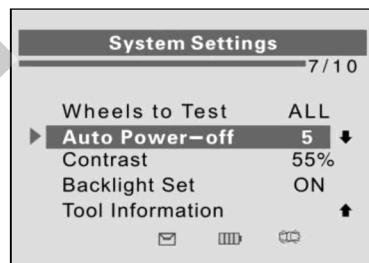

Рисунок 2-14
1) В окне **System Settings** [Параметры системы] с помощью кнопок прокрутки вверх/вниз выберите пункт **Auto Power-off** [Автоматическое отключение электропитания], а затем нажмите кнопку **Y**. См. рисунок 2-14.